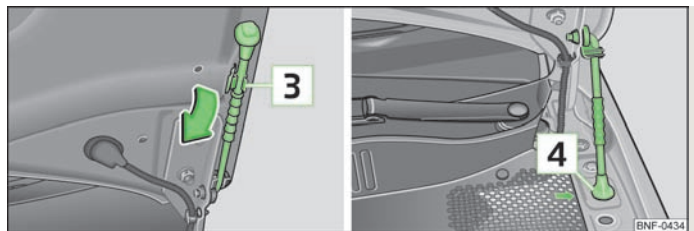

Abb. 96 Motorraumklappe sichern
- Die Klappenstütze aus der Halterung **3** in Pfeilrichtung nehmen » Abb. 96 und die geöffnete Klappe sichern, indem das Ende der Klappenstütze in die Öffnung **4** gesetzt wird.